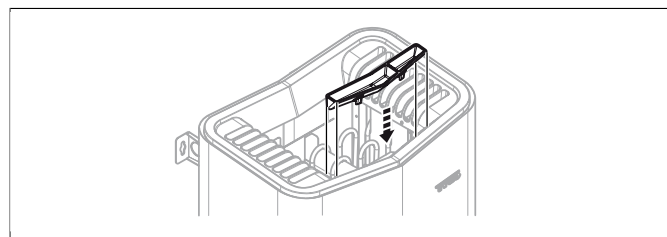

Рисунок 11: Установка подставка для флакона с ароматизатором/увлажнителя воздуха
8. Установите чашу для трав/увлажнитель воздуха (см. **Рисунок 11**, страница 5).